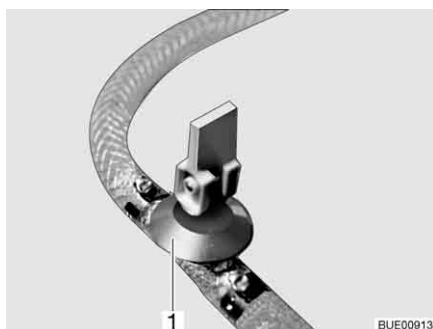
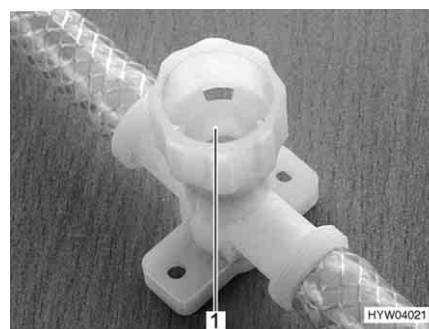

Bild 192 Avtappningskran (med vipparm)
Bild 193 Avtappningskran (med vrid)
- Stäng alla utloppsventiler. Ställ för detta avtappningskranens vipparm (Bild 192,1) vågrätt eller vrid avtappningskranens kran (Bild 193,1) medurs.